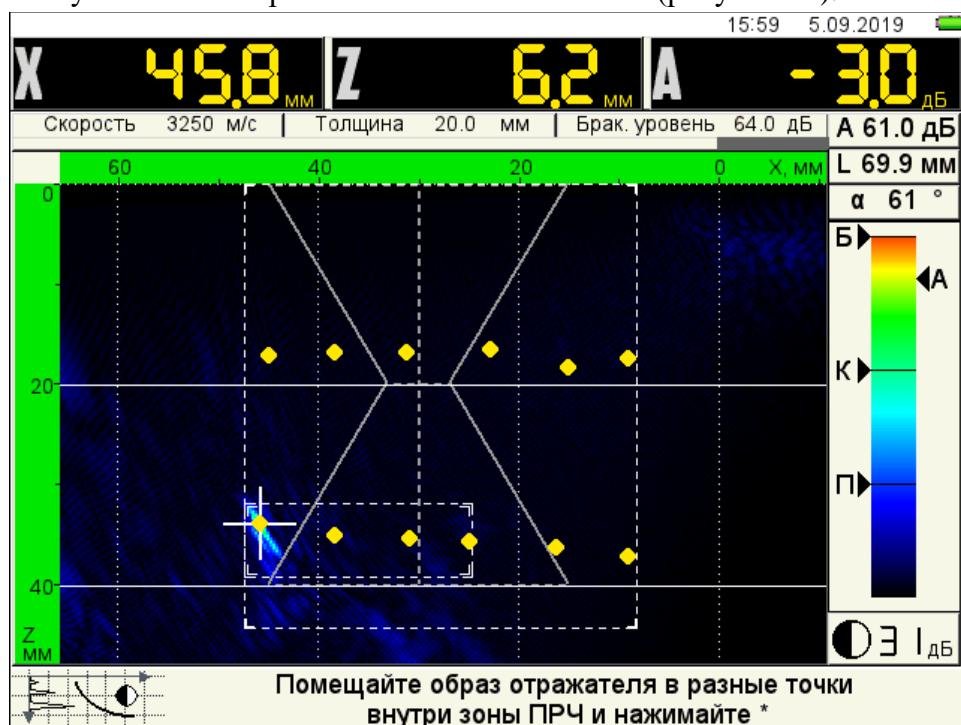

Рисунок 11
- поворачивая АР на месте, добиться максимума амплитуды образа отражателя и нажать клавишу – на экране появится желтая точка (рисунок 11).